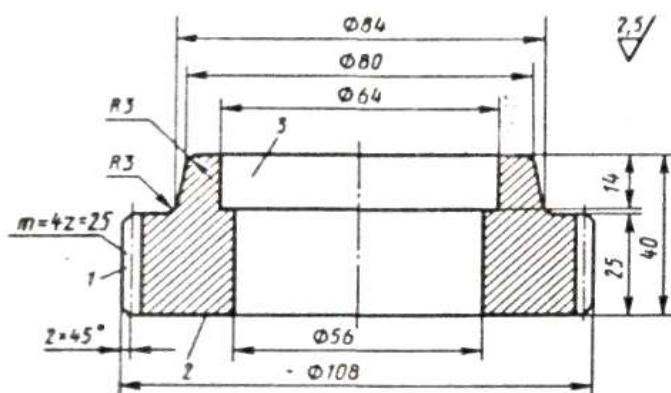

Рис. 28
2. Разработайте процесс изготовления поковки детали (рис. 28) методом горячей объемной штамповки на кривошипном горячештамповочном прессе. При выполнении работы следует описать сущность процесса горячей объемной штамповки и указать области ее применения; привести схему пресса и описать его работу; установить температурный интервал штамповки и способ нагрева заготовки; составить чертеж поковки и определить ее массу; с учетом технологических отходов определить объем, массу и длину исходной заготовки; выбрать переходы штамповки и привести эскиз инструмента; перечислить все операции технологического процесса получения поковки, выполняемые в кузнечном цехе; описать механизацию технологического процесса штамповки. Материал детали - сталь